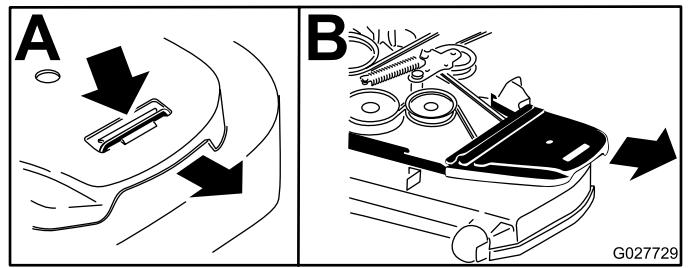

Figure 59
7. Déposez les protège-courroies (Figure 59).